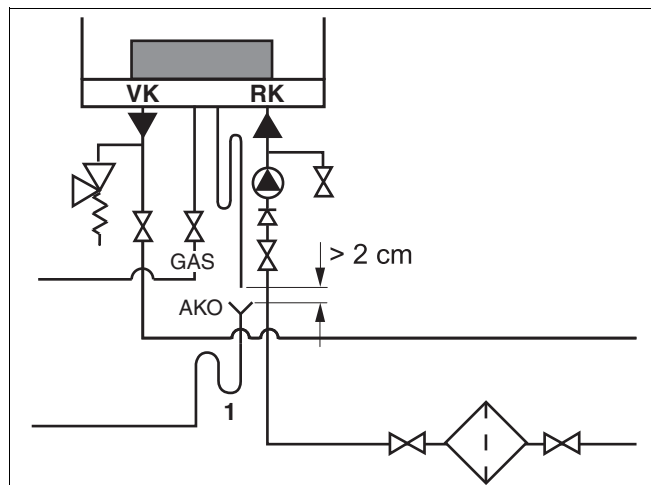

Fig. 19 Toestelsifon monteren
- Het sifon in de aansluitset mag geen vaste verbinding met de condensafvoerleiding hebben. De minimale afstand tussen de toestelsifon en de condensafvoerleiding bedraagt 2 cm (→ fig. 19).